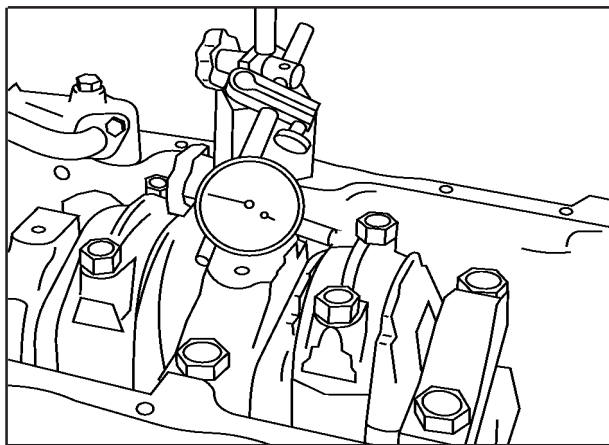

FIG 26
8. Verifique a folga lateral entre a biela e o moente com o relógio microcomparador, **Fig. 26**, veja Especificações Técnicas.